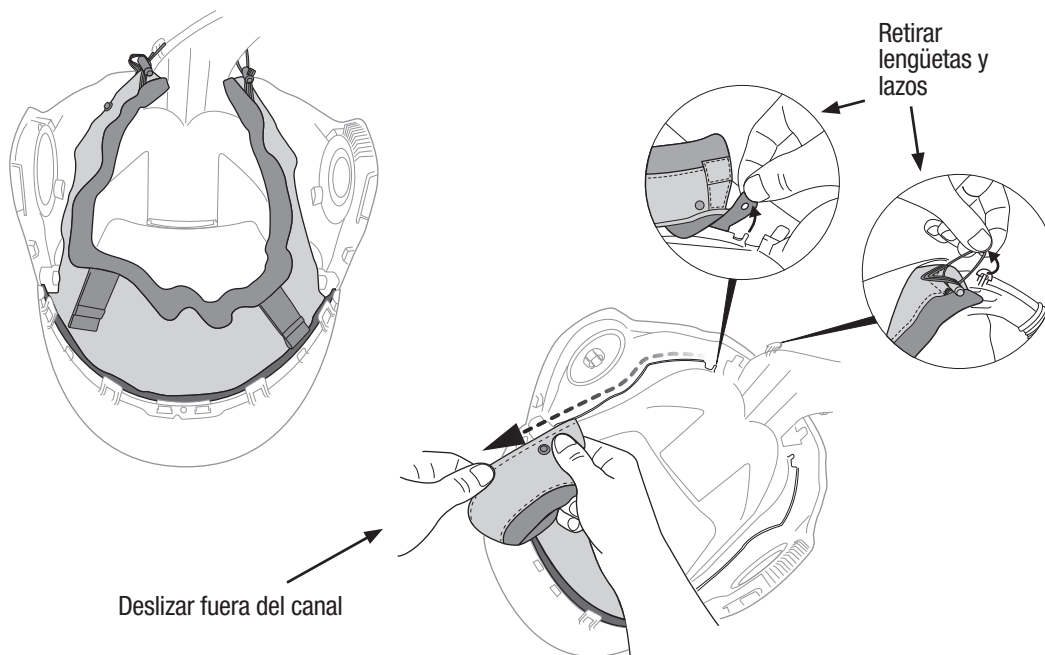

Fig. 20a
- a. Gira la careta para soldar boca abajo y, luego, retira las lengüetas del sello facial y los lazos de retención de sus postes que se encuentran junto al tubo del ducto de aire (Fig. 20a).
- b. Desliza cada lado del sello facial fuera del canal que lo sujeta a la careta para soldar y, luego, retira la tira plástica de retención que se encuentra en el área de la barbilla del sello facial (Fig. 20a y 20b).